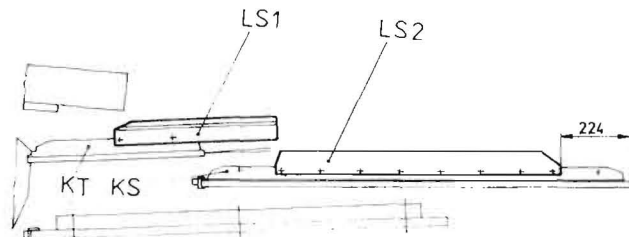

Bild 5/2
Auf den sich anschließenden Sieben „Kaskadenteil“ (KT) und Klappensieb (KS) sind nach Bild 5/2 jeweils 4 Leitstege (LS 1 und LS 2) mit der Ersatzteilbestell-Nr. 4260 70112 0 bzw. 4260 70113 7 zu montieren. Dazu sind die in den Längsrippen bereits vorhandenen Bohrungen zu nutzen.